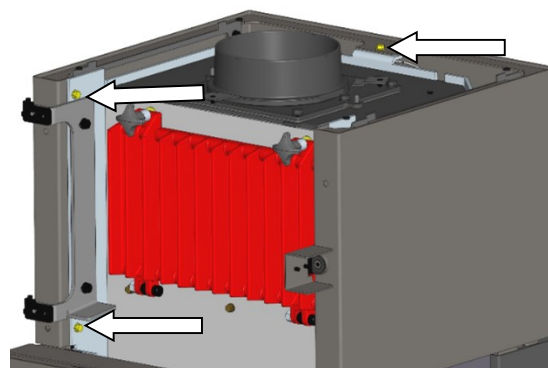
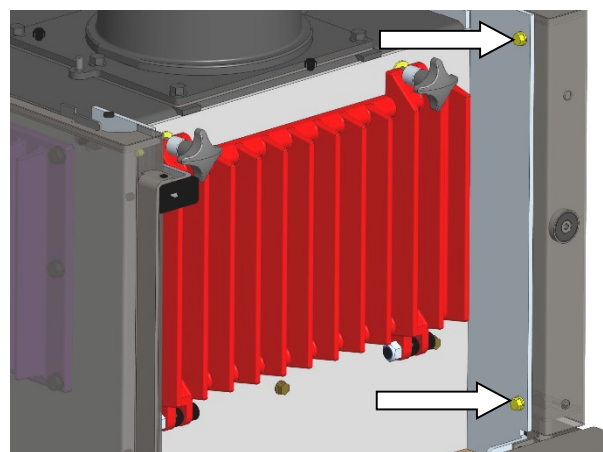

Abb. 21: Verschraubung obere Verkleidung
Abb. 22: Verschraubung obere Verkleidung
4. Die obere Verkleidung demontieren. Dazu 5 Schrauben lösen (Abb. 21 und Abb. 22).